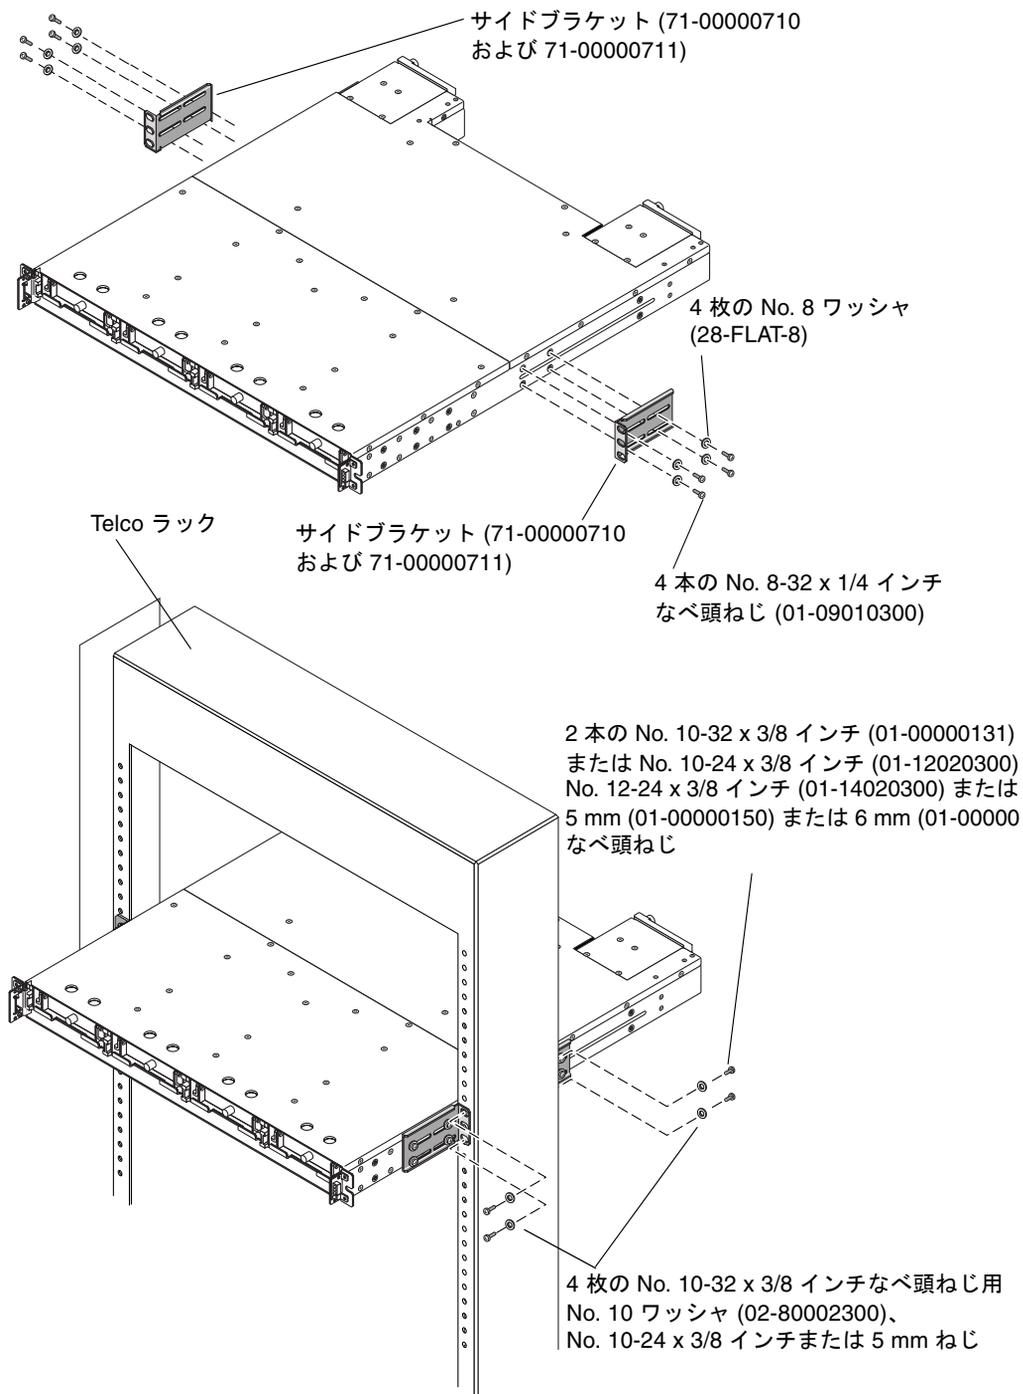

図 3-3 重心型の組み立て
Telco 重心型ラックを構成するには、次の取り付け手順に従います (図 3-3 を参照)。
- 8 本以上のねじをブラケット両側にあるマウント用の穴からフレームに差し込むことにより、シャーシを Telco ラックに取り付けます。 (図 3-3 を参照してください)。